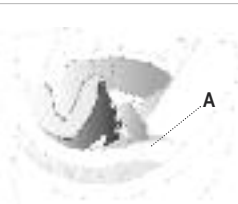

figura 5
**Imbottitura centrale interna: CALOTTINA - Smontaggio e Rimontaggio - vedi figura 5**